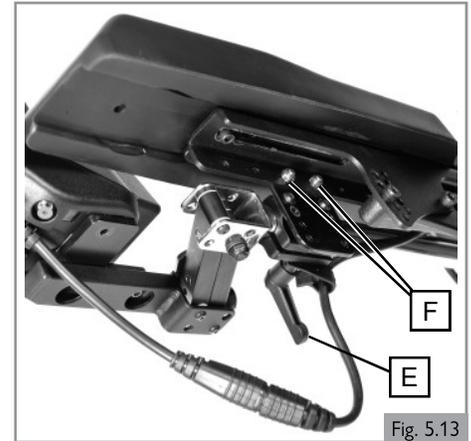

Fig. 5.13
5.8 Posición de la palanca de mando (Fig. 5.13)